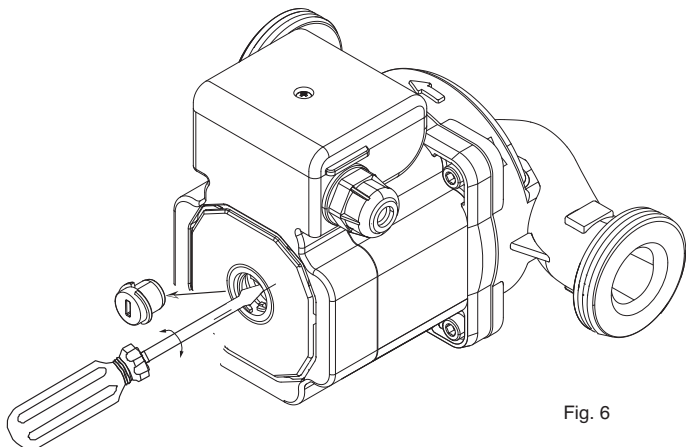

Fig. 6
- Ta bort avluftningspluggen och rotera axeln med en skruvmejsel (fig. 6);
Om pumpen ej använts under en längre tid så skall kontroll av att axeln roterar fritt göras enligt (fig. 6).
- 拆下放气堵，用螺丝刀转动泵轴（图6）；
如果长期不用，设备重新启动前，确认泵轴没有阻塞（图6）。